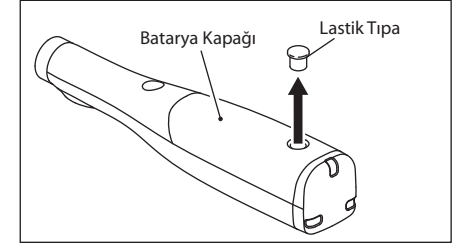

Fig. 13
2. Batarya kapağı vida yuvasından tornavida yardımı ile lastik tıpayı çıkartınız. (Fig. 13)